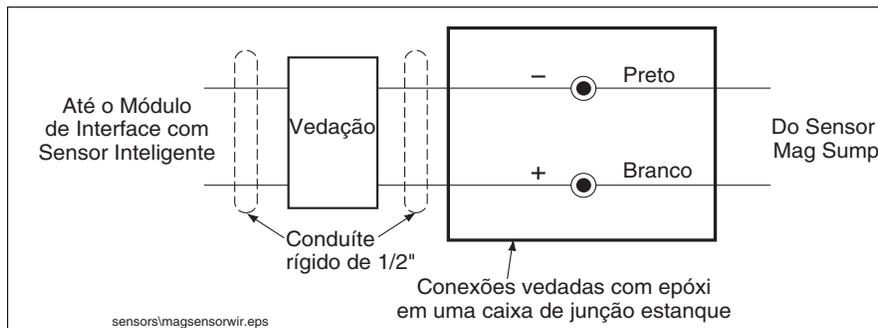

Figura 4. Conexões da fiação de campo (observe a polaridade)
4. Usando porcas de fio, conecte o cabo de dois fios aos fios de campo do console, como mostrado na Figura 4.